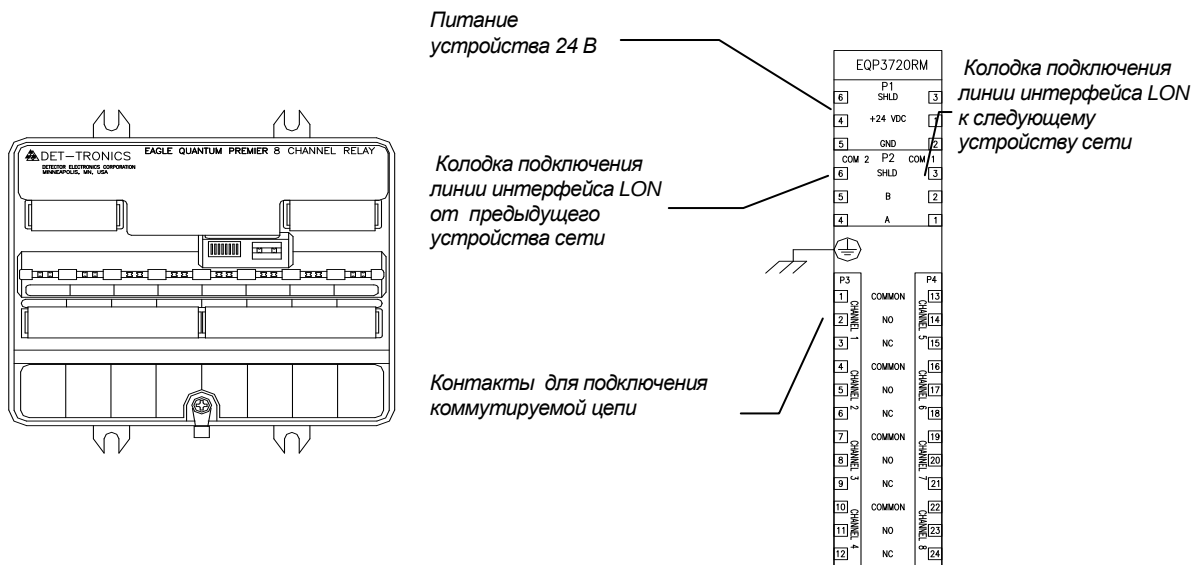

Рисунок 8. Модуль релейный EQ3720RM.
2.1.5 Модуль релейный EQ3720RM (рисунок 8) обеспечивает работу восьми индивидуально конфигурируемых выходных каналов. К релейному модулю может подключаться только оборудование, требующее напряжение питания постоянного тока 24 В и нагрузка, не превышающая 2 А для каждого канала. Более подробную информацию можно прочитать в руководстве по эксплуатации на EQP фирмы Det-Tronics (номер документа 95-3533).